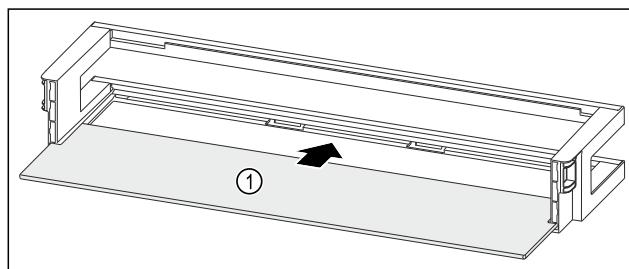

Fig. 90 Vratna polica z odlagalno polico
- ▶ Odlagalno polico Fig. 90 (1) vstavite v stranske utore.